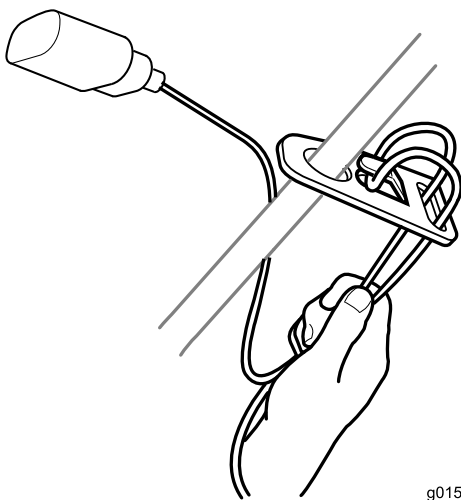

Bild 7
1. Machen Sie im Verlängerungskabel eine Schleife und befestigen Sie sie in der Kabelarretierung (Bild 7).